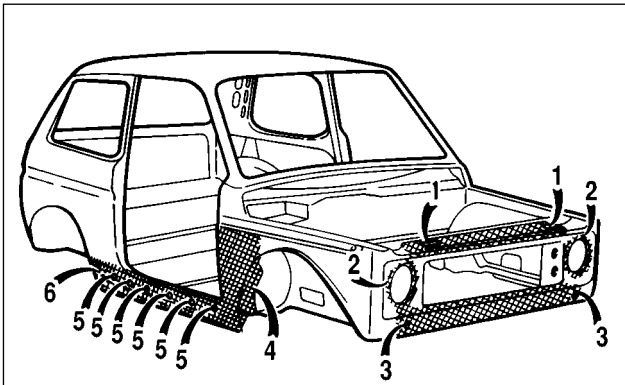

Fig. 8-6. Cavités cachées (vue arrière de carrosserie):
- placer le véhicule sur le pont élévateur dans la cabine de traitement anticorrosif. Appliquer par pulvérisation le produit anticorrosif aux endroits indiqués sur la figure 8-6,8-7 et 8-8;